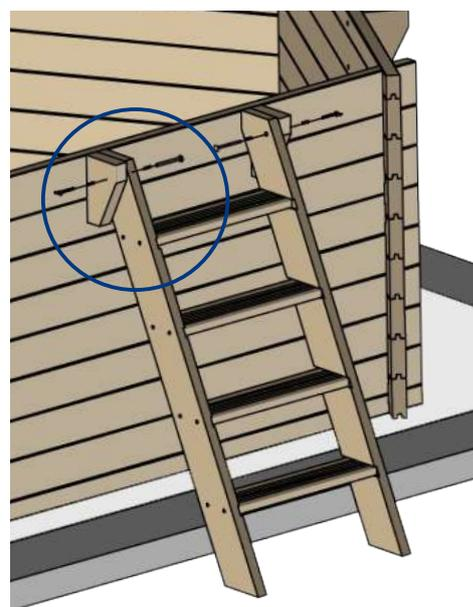

Figure 21
- Assemblez l'échelle et placez-la conformément à la figure 21.